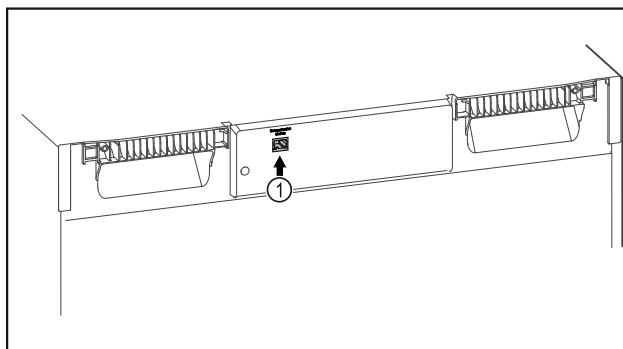

Fig. 110
- ☐ Le SmartModule *Fig. 110 (1)* est en place.